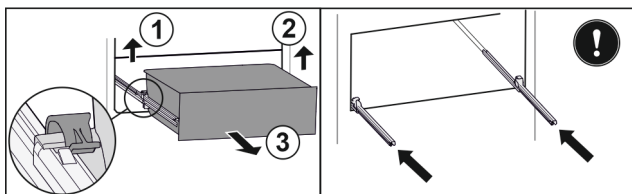

Fig. 223
- Zvedněte levou svorku a současně vytáhněte zásuvku vlevo dopředu. Fig. 223 (1)
- Zvedněte pravou svorku a současně vytáhněte zásuvku vpravo dopředu. Fig. 223 (2)
- Vyjměte zásuvku dopředu. Fig. 223 (3)